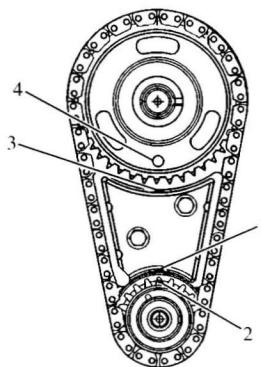

图 1-2-8 对齐正时标记
- 将曲轴正时标记（2）对准正时链条减振器（1）底部的正时标记（图 1-2-8）。
- 将凸轮轴齿轮（4）上的正时标记对准正时链条减振器（3）顶部的正时标记（图 1-2-8）。